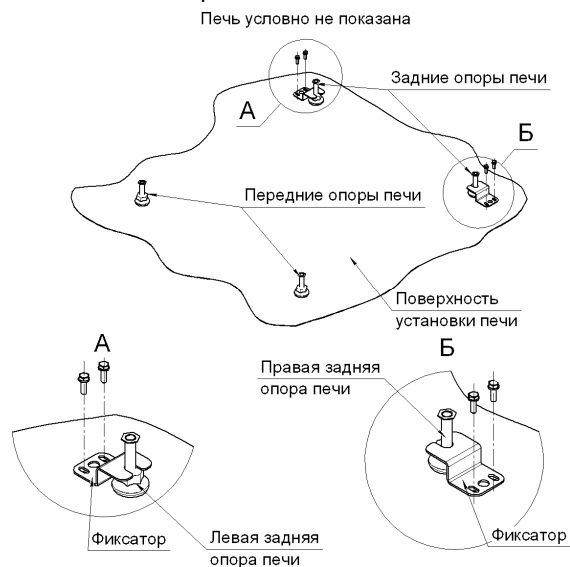

Рис. 2
Задние регулируемые опоры печи должны быть обязательно надёжно закреплены к поверхности, на которую установлена печь, при помощи фиксаторов, которые входят в комплект поставки аппарата и должны быть установлены, как показано на рис. 2.
4.12 Выставить печь по уровню, вворачивая или выворачивая регулируемые опоры, по окончании регулировки закрепить задние опоры печи (см. рис.2).